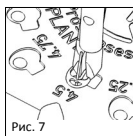
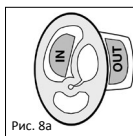

Рис. 7
Рис. 8a
■ **Рис.7/8** Фиксирование головной пластины на стер-же протеза надо производить титановыми замыкаю-щими щипчиками (REF 8000 137)! Замыкающими щип-чиками (REF 8000 137) скоба внутри поперечины протеза устанавливается перпендикулярно, таким образом по-перечина фиксируется на стержне протеза (Рис. 7). При этом следует следить за тем, чтобы соответствующая сторона ножки замыкающих щипчиков совпадала с со-ответствующим участком поперечины протеза. „INSIDE“ для внутренней стороны поперечины и „OUTSIDE“ для внешней стороны поперечины (Рис. 8a, 8b).